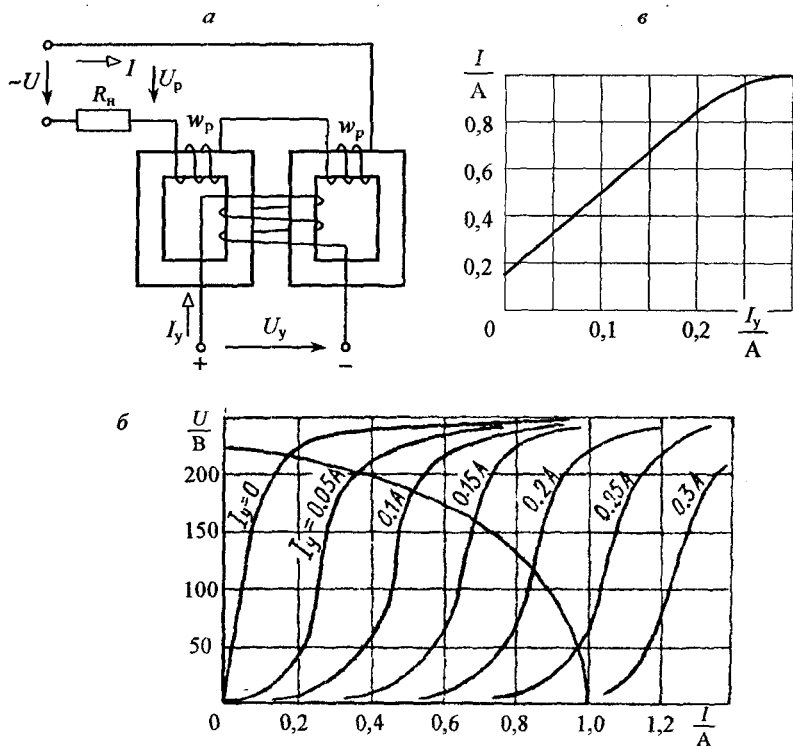

Рис. 2.15
**Задача 2.16.** Магнитный усилитель, выполненный на двух сердечниках (рис. 2.15, а), подключен к сети переменного напряжения  $U = 220$  В. Последовательно с рабочими обмотками  $w_p$  включена активная нагрузка  $R_H = 220$  Ом. Семейство вольтамперных характеристик магнитного усилителя при различных токах управления приведено на рис. 2.15, б.
Последнее выражение представляет собой уравнение эллипса, одна полуось которого равна напряжению  $U = 220$  В, другая – току  $U/R_H = 1$  А. Для построения эллипса задаемся различными значениями тока нагрузки  $I$  и по уравнению эллипса находим соответствующие ему значения напряжения  $U_p$  (табл. 2.6). Откладывая полученные точки на вольтамперных характеристиках усилителя, строим эллипс (рис. 2.15, б).
По координатам точек пересечения эллипса с вольтамперными характеристиками строим характеристику управления  $I(I_y)$  (рис. 2.15, в).